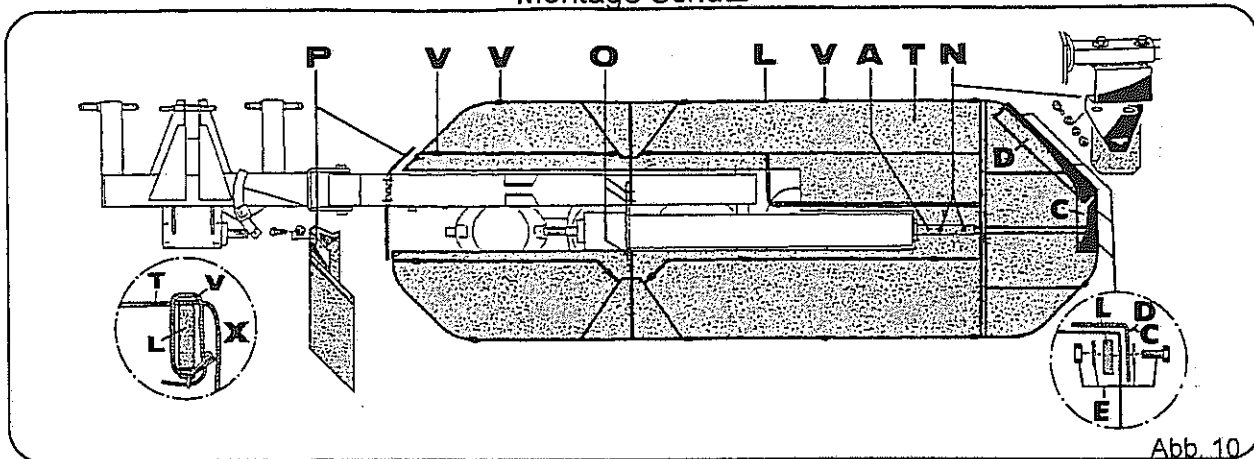

Abb. 10
- Schutzrahmen (Abb. 10, Pos. L) in den Rohrhalter (Abb. 10, Pos. A) stecken und mit Schrauben M16 x 80 (Abb. 10, Pos. N) auch den Abweiser befestigen. Die Schrauben M 16 x 80 (Abb. 10, Pos. N) so fest anziehen, daß das Einsteckrohr vom Schutz kein Spiel mehr hat. Das Schwadgummi mit den Schrauben M 8 x 25 und Scheiben 8,4/28 x 2 montieren. Das Schwadgummi soll mittig zu den Mäh scheiben stehen.
- Mit den Schrauben M 12 x 35 (Abb. 10, Pos. O) ebenfalls den Schutzrahmen an den Halter anbringen.
- Schutz Tuch (Abb. 10, Pos. T) auf den Schutzrahmen (Abb. 10, Pos. L) legen und mit Riemen (Abb. 10, Pos. V) an den Rahmen befestigen. Die ordnungsgemäße Anbringung des Schutz tuches mit den Riemen am Schutzrahmen ist aus Einzelheit "X" zu ersehen (Riemenschnalle unterhalb des Schutz tuches).
- Die beiden Schutzbleche werden oberhalb des Schutz tuches (Abb. 10, Pos. C und D) an den Schutzrahmen mit den Schrauben M 6 x 25, Scheiben 6,4 / 18 x 1,6 und Muttern M6 befestigt (Abb. 10, Pos. E)
- Das seitliche Schutz Tuch wird mit den Schrauben M 8 x 20 unter dem Zwischenträger montiert (Abb. 10, Pos. P).